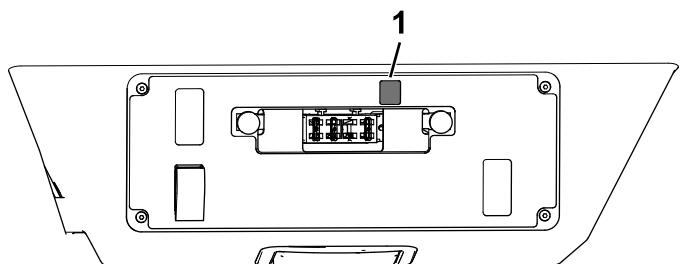

Figure 24
2. Apposez l'autocollant 145-7727 sur le panneau de console, comme montré à la Figure 24.